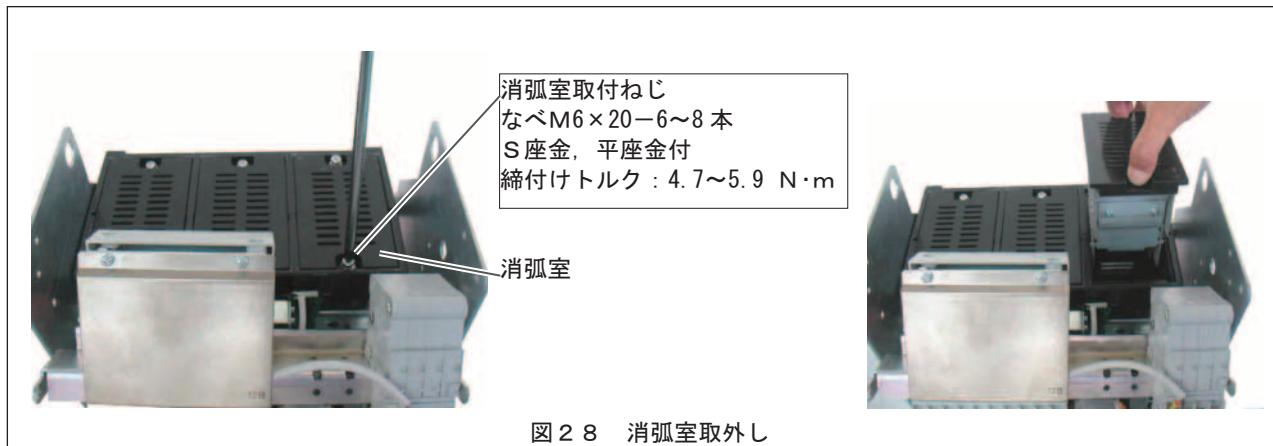

図28 消弧室取外し
- 5) 図28に示す様に、消弧室取付ねじを取り外し、消弧室を抜取ります。